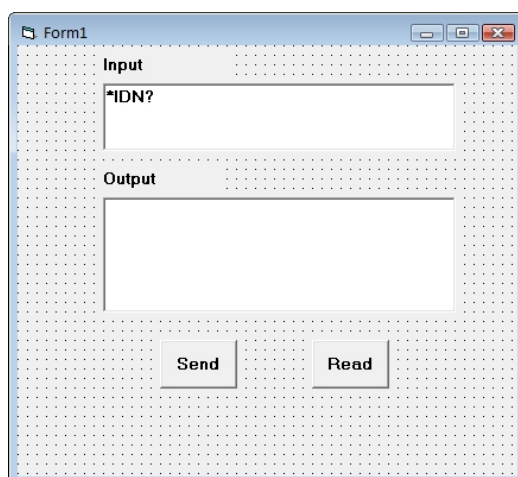

图 4-2-2
3. 添加名称分别为 Input和 Output的 Label、两个 TextBox 以及名称分别为 Send 和 Read 的 CommandButton 。并把 Input下的 TextBox 的属性中的 Text 设置为\*IDN? 的初始状态。如图 4-2-2 所示。